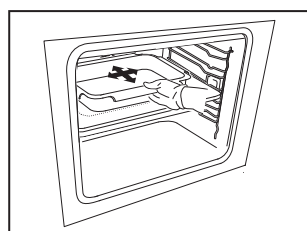

Fig. 5
2. Collocare il recipiente di cottura al centro dei contrassegni sul vetro (Fig. 5).